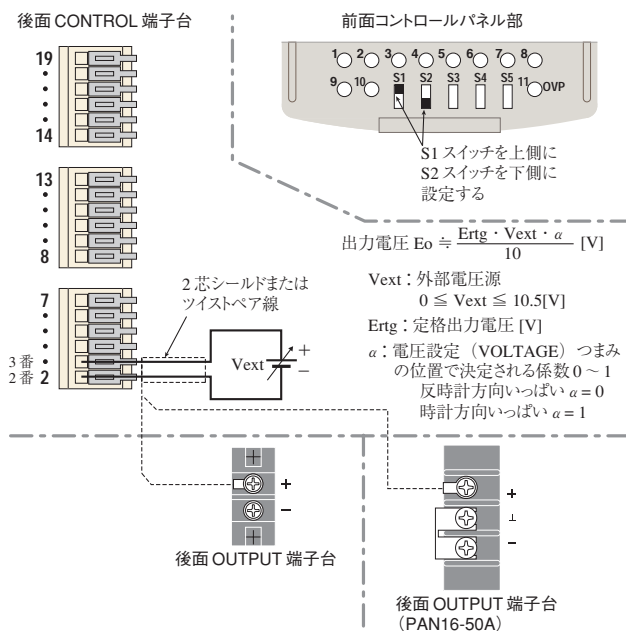

図 4-11 外部電圧による出力電圧コントロールの接続と設定
- 外部電圧による出力電圧のコントロールでは、電圧設定（VOLTAGE）つまみによって外部電圧源（Vext）からの入力電圧に対する、出力電圧の比を調整することができます（図 4-11 参照）。従って、つまみを時計方向いっぱいに戻しておかないと、定格出力電圧まで外部コントロールできません。また、パネルからの出力設定を固定したい場合は、付属のガードキャップを使用してください。
4. コントロールスイッチ S1 と S2 を図 4-11 のように設定します。
5. コントロール端子の2番と3番間に電圧源を図4-11のように接続します。